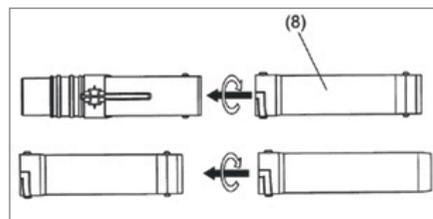

Рис. 4
4. Подсоедините патрубок к поворотной трубе. Разверните патрубок по часовой стрелке для того, чтобы его зафиксировать. Затем вставьте патрубок в сопло воздуходувки. Поверните сопло воздуходувки по часовой стрелке, чтобы его зафиксировать. (Рис. 4)